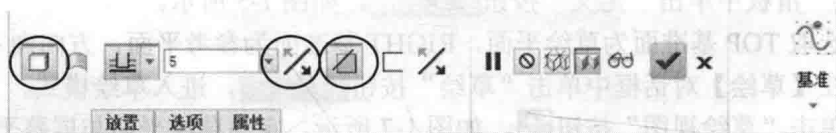

图 1-20 拉伸操控板
(39) 单击“确定”按钮, 在操控板中深度类型选“盲孔”选项, 深度为 5mm, 选取“反向”按钮, 按下“移除材料”按钮, 如图 1-20 所示。